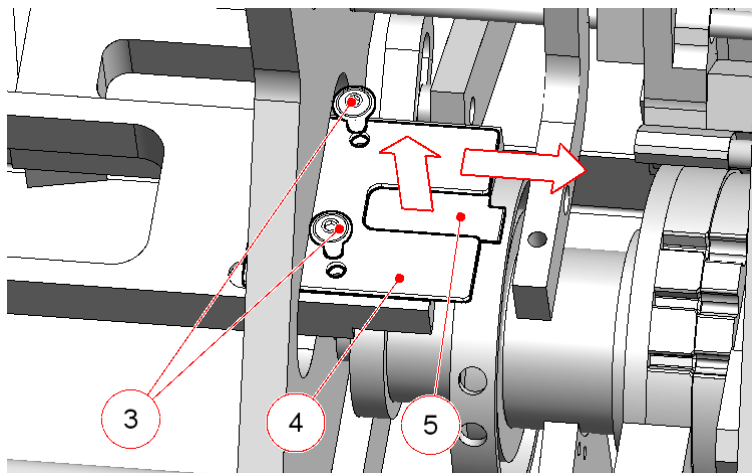

Fig. 21 : remplacer le couteau de séparation des embouts
- Enlever les deux vis à l'aide d'une clé à six pans creux taille 2,5 (cf. fig. 21, pos. 3).
- Enlever le couvercle du couteau de séparation (cf. fig. 21, pos. 4).
- Remplacer le couteau de séparation des embouts (cf. fig. 21, pos. 5).